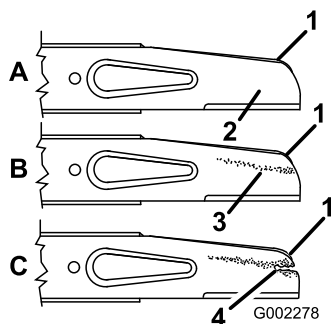

Figure 30
2. Enlevez le boulon de lame, la rondelle de blocage, l'accélérateur et la lame (Figure 30).